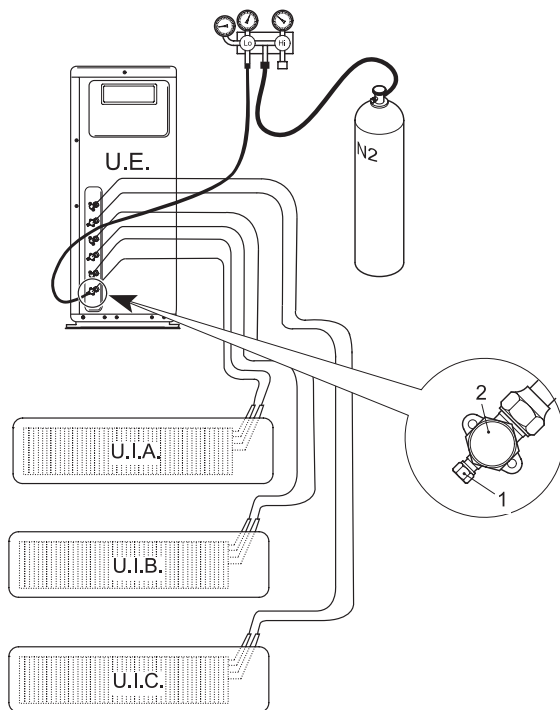

fig. 23 -
- Con las válvulas de servicio de la unidad exterior totalmente cerradas, quite el tapón de la toma de servicio (part 1 - "fig. 23 -") y el racor (part 2 - "fig. 23 -") de la válvula del gas (la más grande).